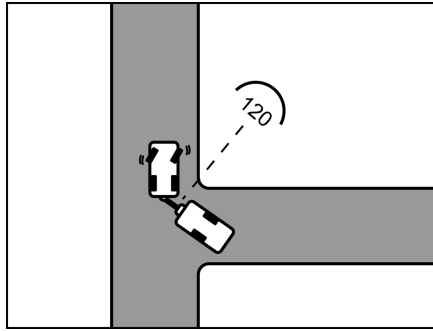

Bild 12 Anfahrt
- Sobald beide Fahrzeuge in einem Winkel von ca. 120° zueinander stehen, anhalten (Bild 12).